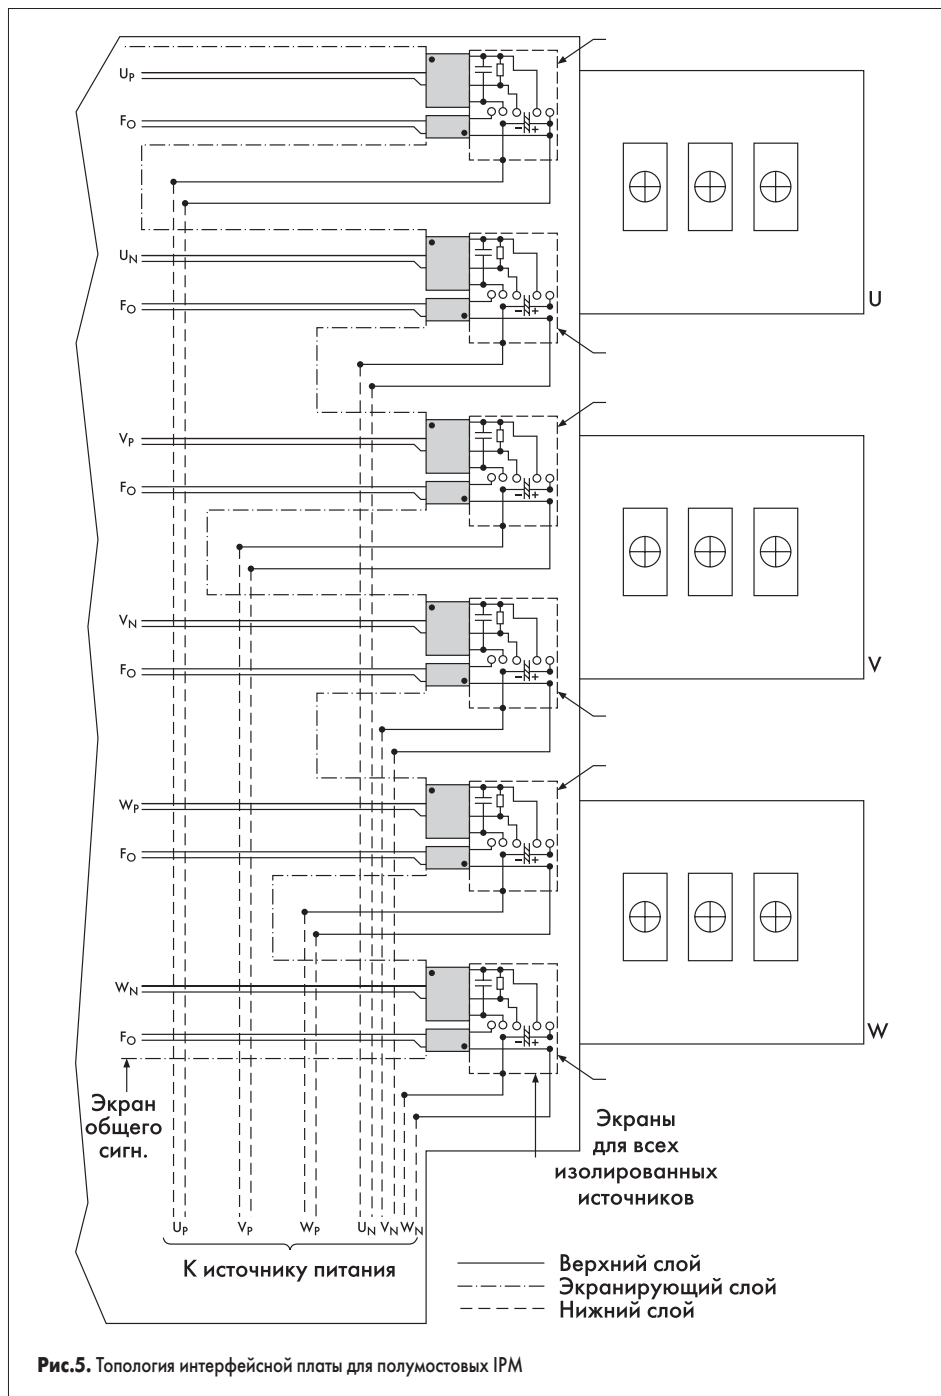

Рис.5. Топология интерфейсной платы для полумостовых IPM
5. Применяйте экранирование. В качестве экрана может быть использован один из слоев платы (см. рис. 5).